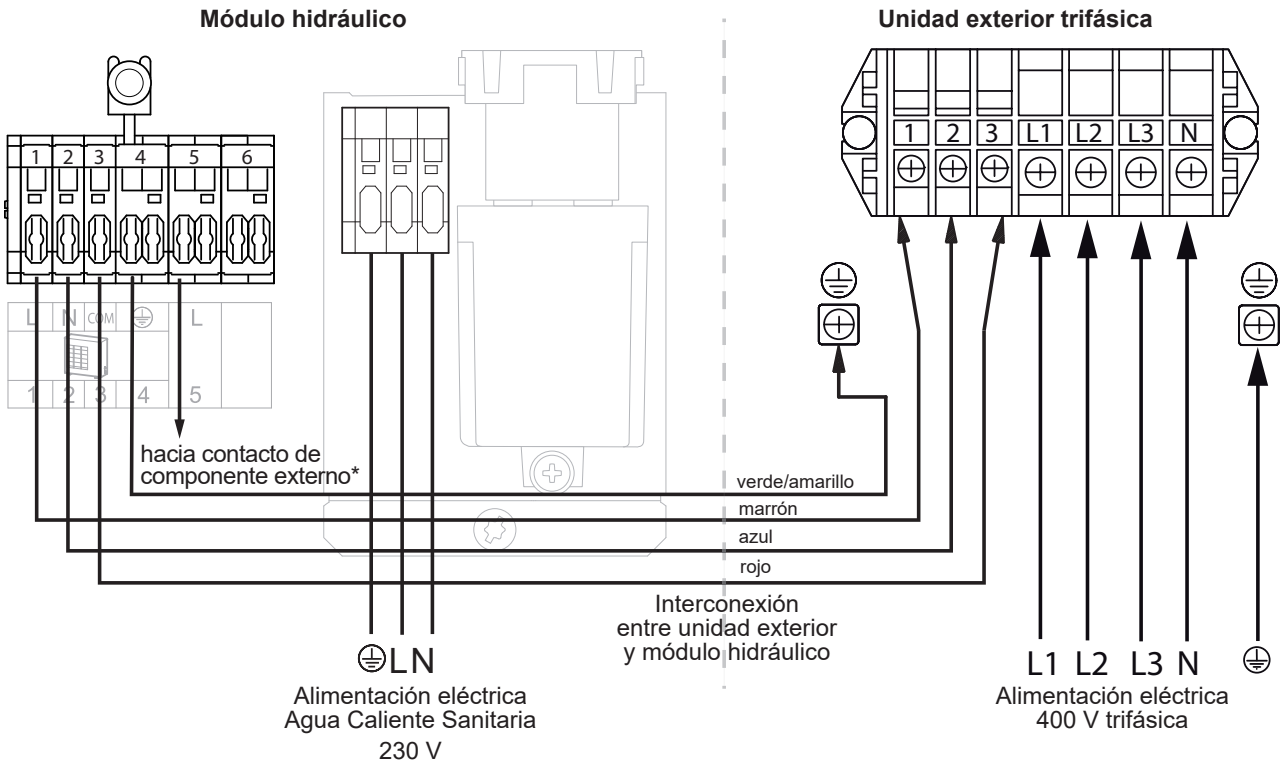

fig. 45 - Conexiones a regletas y relés de potencia
- Realice las conexiones según el esquema fig. 39 y fig. 45, página 40.
- Realice las conexiones según el esquema (fig. 45, página 40).